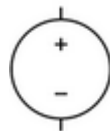

Figura 7 - símbolo para fonte transformadora
- Fonte transformadora (que transforma de corrente alternada para contínua), como na Figura 7, que pode ser uma fonte de bancada, um carregador ou uma fonte de computador.